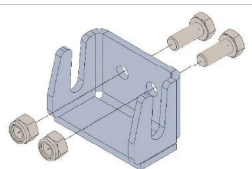
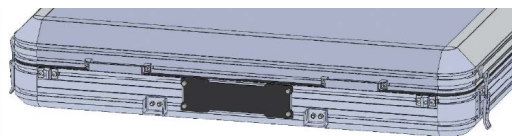

рис. 2
рис. 3
3. Установка лестницы. Разместите два винта М8 в нижнем канале нижней части корпуса (рис. 2). Убедитесь, что расстояние между кронштейнами составляет 425 мм. Кронштейны могут быть размещены на боковой или задней части палатки (рис. 3).